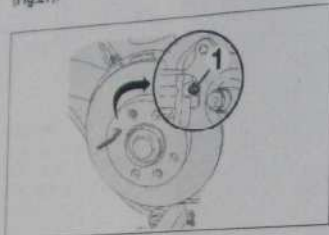

Fig. 27
- Déposer la vis (1) par un trou de vis de roue (Fig.27).